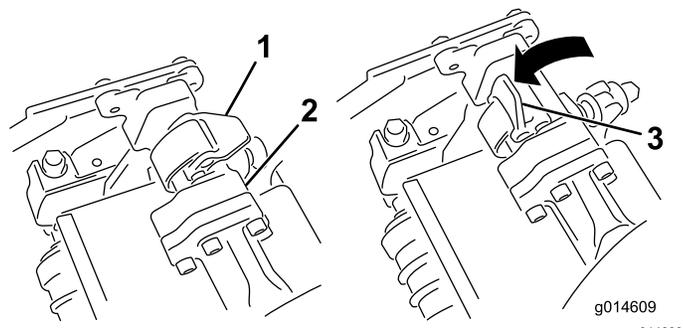

図 54
4. サスペンションアームのバーについているラッチを上向き開いた状態にして図 54、サスペンションアームを押し下げて、バーを、カuttingユニットのバーの上に被せるようにする図 55。
- ラッチを下げて閉じるとカッティングユニットのバーがロックされてユニットがアームにセットされる 図 54。
5. 取り外したいCuttingユニットのサスペンションアームのバーについているラッチを開く 図 54。